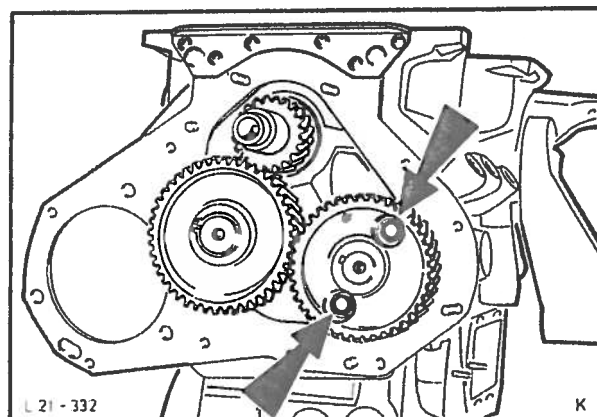

Fig. 50 Demontering av kamaksel med drev.
21. Demonter kamakselen og drevet (2 bolter) fig. 50. Skill kamakselen fra drevet ved bruk av en presse. Ta vekk festeplaten etter at platens fjær er tatt av.